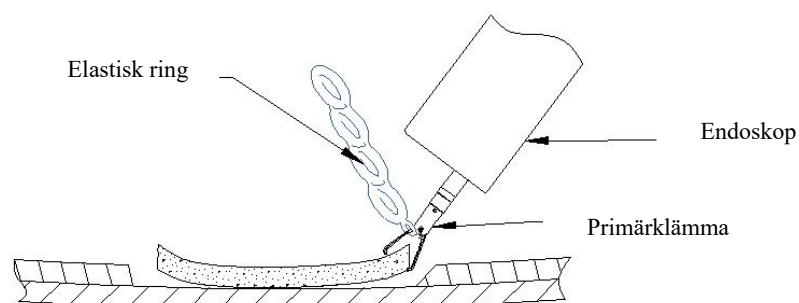

Bild 4
7. När du är nöjd med positionen av klämman så stänger du klämman på vävnaden genom att dra tillbaka fingerringarna tills du känner ett motstånd i handtaget. Klämmans position kan nu bedömas före utplacering (bild 4).